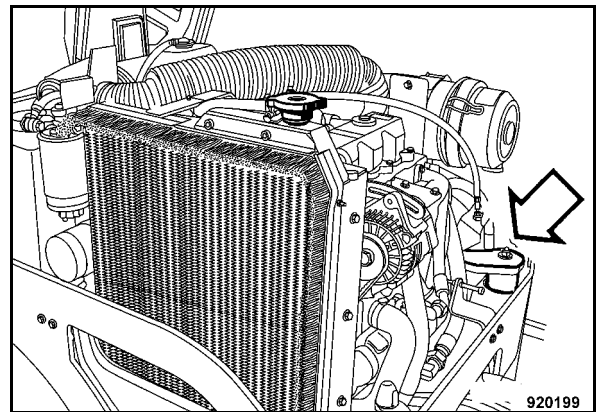

Fig. 126
- Controllare la condizione e l'accoppiamento serrato dei supporti del motore (Fig. 126).